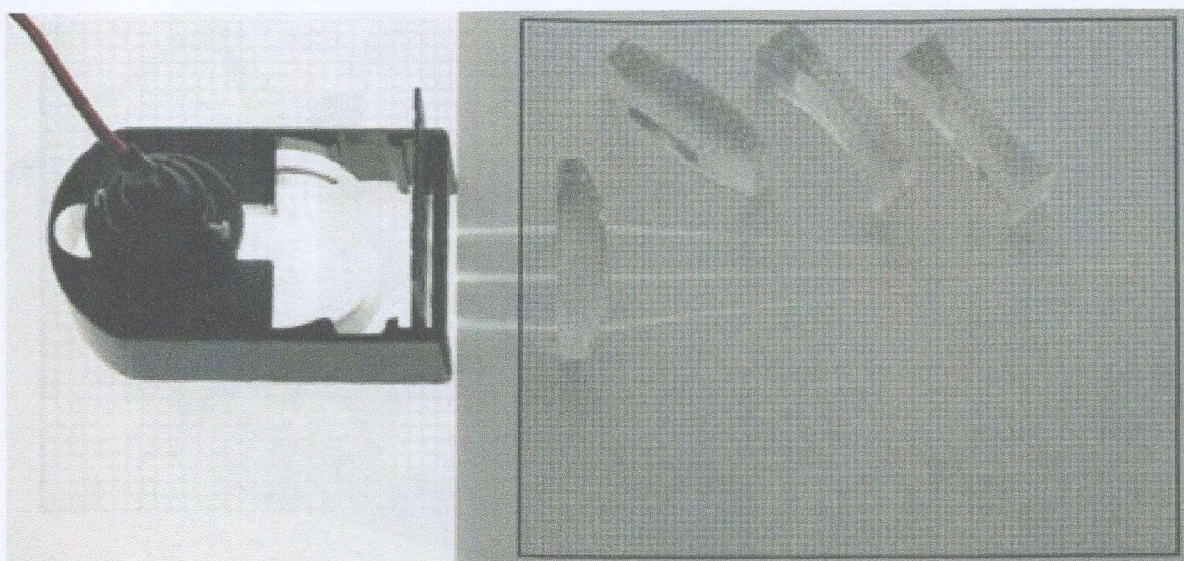

Рис. 31
7. Поменяйте пластину с одинарной щелью в корпусе осветителя на пластину с тремя щелями. Двигая лампочку в корпусе, добейтесь, чтобы лучи, выходящие из трех щелей, были параллельны друг другу. Поставьте линзу, радиус кривизны которой вы определили, перпендикулярно идущим из осветителя лучам. Обведите профиль линзы и отметьте на бумаге положение фокуса линзы такого профиля (рис.31). Снимите линзу и оцените фокусное расстояние линзы. Сравните его с расчетным значением. Решите, что можно считать центром реальной линзы, от которой отсчитывается фокусное расстояние.